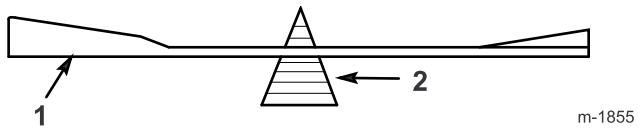

Figura 37
2. Controllate l'equilibrio di ciascuna lama collocandola su un bilanciatore (Figura 37). Se la lama rimane in posizione orizzontale, è bilanciata e può essere utilizzata. In caso contrario, limitate soltanto il retro della lama. Ripetete l'operazione finché ogni lama non è perfettamente bilanciata.